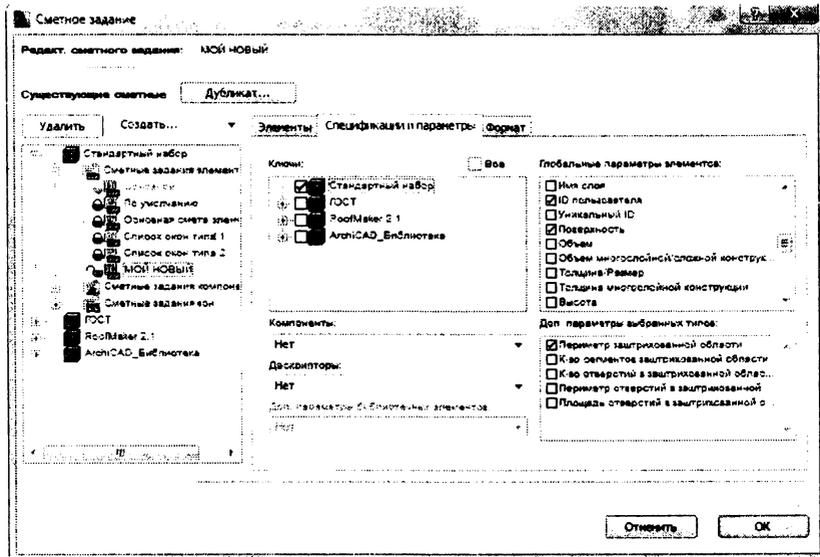

Рисунок 42
3. Перейдите на вкладку **Спецификации и параметры** и в списках **Глобальные параметры элементов** и **Доп. Параметры выбранных типов** укажите на необходимость вывода номера, площади и периметра штриховок (рис. 42)